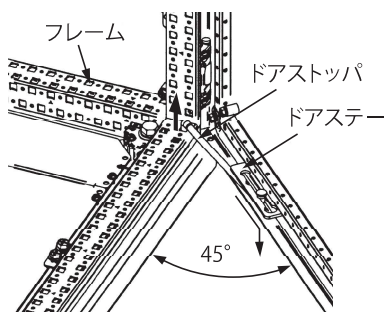

図 10
- (1) 扉の開角度を約 45°に保ち、ドアストップをフレーム側から外します。次にドアステー側からも外します。(図 10)